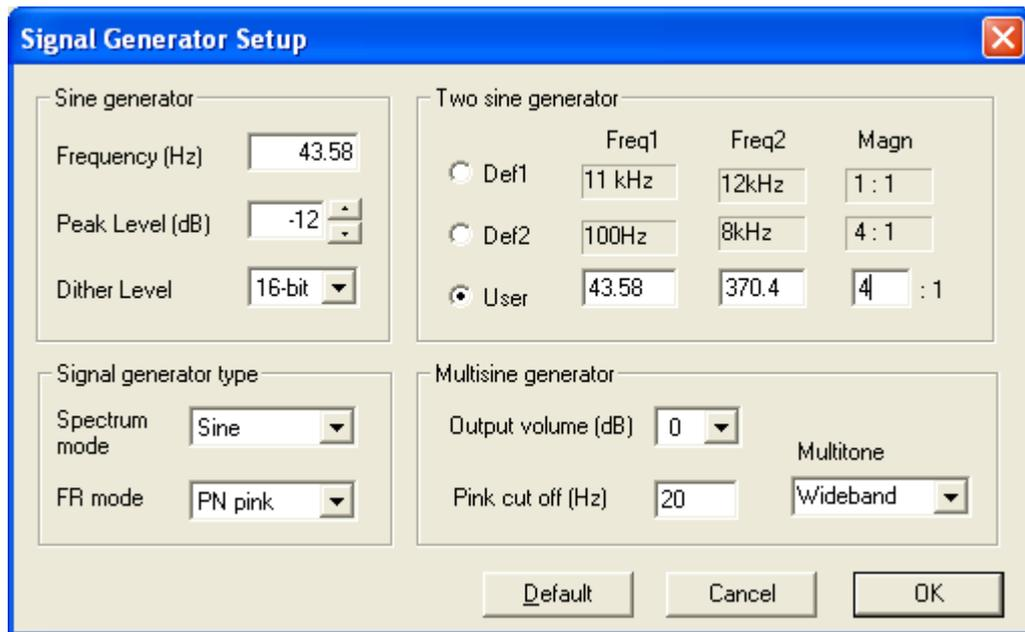

Bild 11.2: Einstellung der Messparameter im „Signal Generator Setup“
2. Belaste den Lautsprecher unter Freifeldbedingungen mit einem Zweitton-Signal mit  $f_1 = f_s = 43,58$  Hz und  $f_2 = 8,5 f_s = 370,43$  Hz sowie einem Amplitudenverhältnis von  $U_1 = 4 * U_2$  (siehe Bild 11.2) und führe eine Messreihe unter Variation der Amplitude von  $U_{START}$  bis  $U_{ENDE}$  durch.